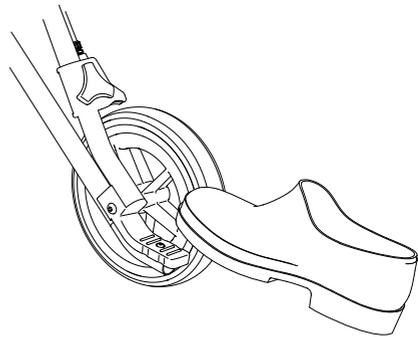

Fig. 4
2. Appuyez légèrement avec la pointe du pied sur l'aide au basculement (Fig. 4). Les roues avant du rollator se soulèvent légèrement.